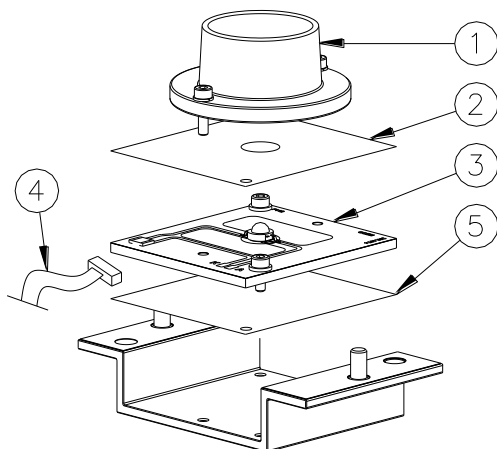

Figura 24 – Sostituzione del modulo LED
- scollegare il cavetto di alimentazione dal modulo LED (Figura 24 - n°4)
- rimuovere il modulo LED (Figura 24 - n°3) ed il relativo riflettore (Figura 24 - n°1) dal supporto svitando le due viti TCEI M3x16
- assicurarsi che l'interfaccia termica (Figura 24 - n°5) sia correttamente posizionata sotto il modulo LED
- assicurarsi che il foglio isolante in Kapton (Figura 24 - n°2) sia correttamente posizionato sopra il modulo LED
- ricollegare il cavetto di alimentazione al modulo LED (Figura 24 - n°4)